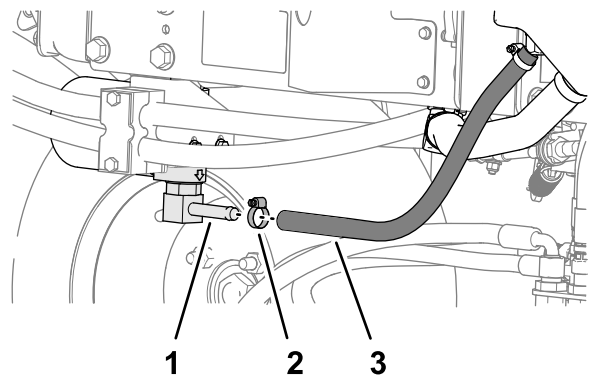
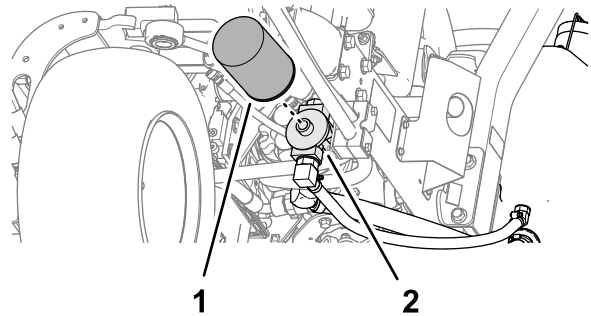

図 89
図 90
- 油圧ホースの接続部 **図 89** または油圧フィルタ **図 90** を外し、流れ出すオイルを容器に受ける。